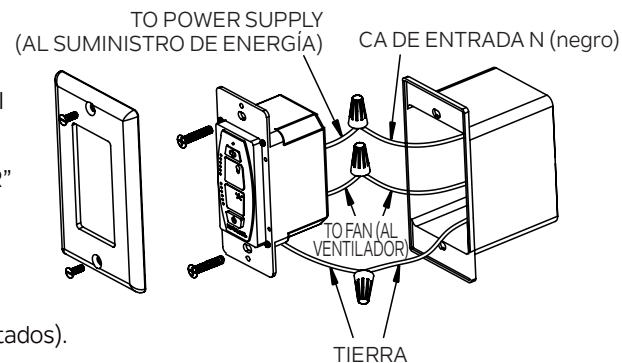

Figura 16
**Paso 2.** Instale el control de pared en la caja de salida y conecte los cables con los conectores de cables provistos. (Figura 16)